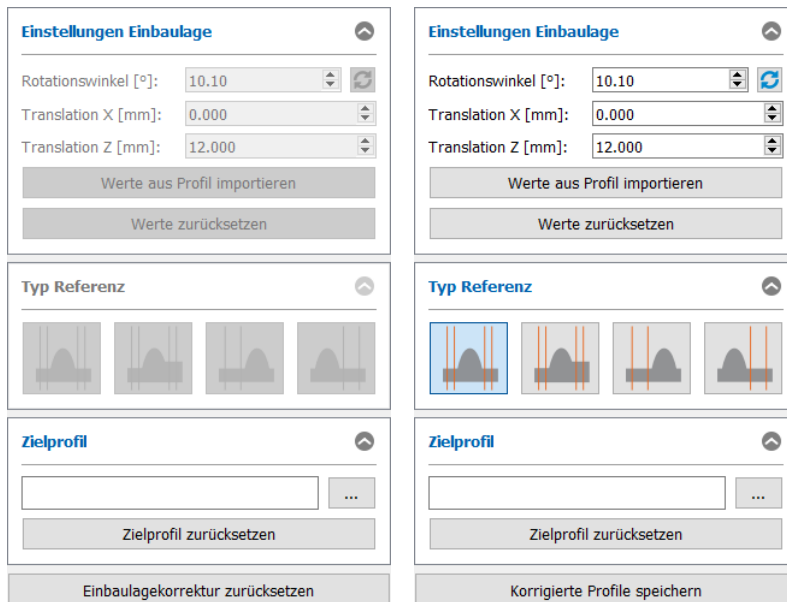

Abb. 4.60: Button „Einbaulagekorrektur zurücksetzen“ (Online-Betrieb) bzw. „Korrigierte Profile speichern“ (Offline-Betrieb)
**Hinweis:** Um die Transformation zu korrigieren bzw. um eine erneute Transformation auf einem scan-CONTROL Messsystem zu speichern, benutzen Sie zunächst den Button „Einbaulagekorrektur zurücksetzen“ (Online-Betrieb) (siehe Abb. 4.60), um die aktuelle Transformation zu löschen. Um im Offline-Betrieb eine transformierte Profilreihenfolge zu speichern, benutzen sie den Button „Korrigierte Profile speichern“ (siehe Abb. 4.60).